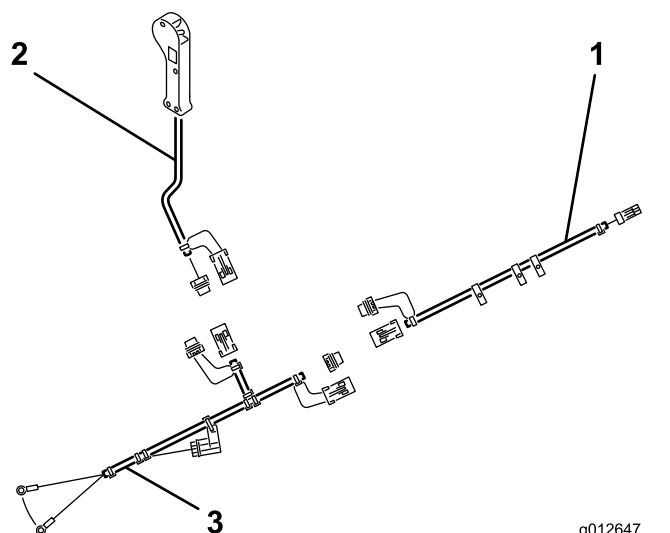

Figura 7
1. Collegate il connettore del cablaggio preassemblato del topdresser al connettore elettrico sulla valvola a solenoide della macchina (Figura 7).